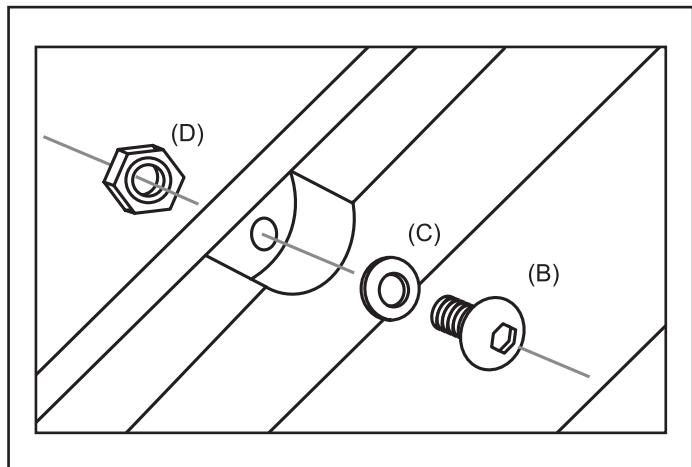

FIG. 4
Installez les rivets décoratifs sur l'élargisseur. Installez les rivets décoratifs en plaçant une rondelle (C) sur une vis à rivet (B), puis en l'insérant dans un trou de chaque évidement de l'élargisseur. Placez un écrou de blocage (D) sur la vis, comme indiqué sur la fig 4. Utilisez l'embout TORX (E) et une clé pour serrer fermement en place.